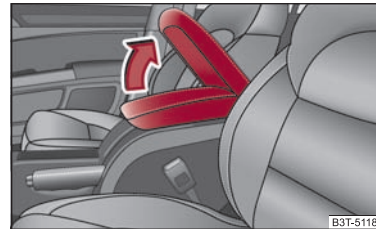

Fig. 111 Cotiera: Compartimentul de depozitare
- Deschideți capacul cotierei în sensul săgeții ⇒ fig. 111.